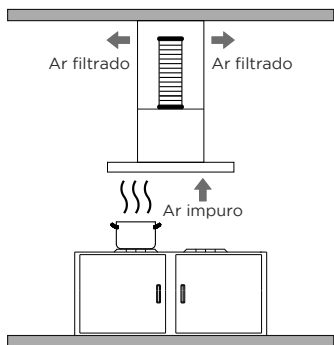

Fig. 7
1. O ar filtrado retorna ao ambiente através das aberturas laterais localizadas na chaminé superior (Fig. 7).